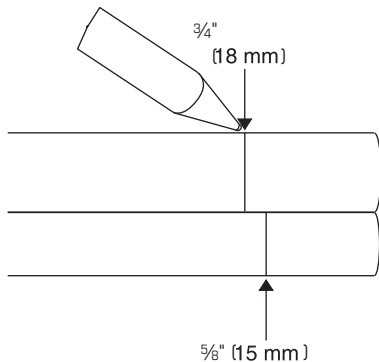

Fig. 19
1. a) **Coloque** los tubos ROJO y VERDE encima del diagrama y coloque el tubo AZUL en la parte inferior. Use una pluma para **marcarlos** a la altura de las flechas (Fig. 19).
- b) Use una regla o **coloque** el tubo desde el suministro de agua fría en la parte superior del diagrama y **marque** una línea a $\frac{3}{4}$ " (18 mm) o a la altura de la flecha (Fig. 19).